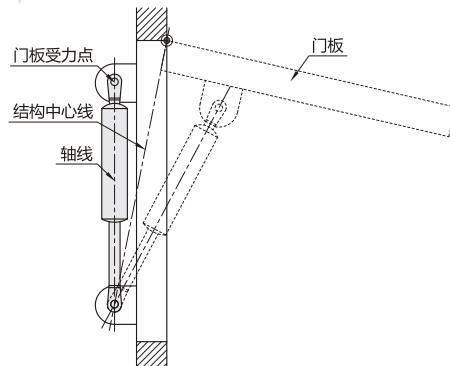

图3
3. 支点安装位置是氮气弹簧能否正确进行工作的保证，当关闭时让门板受力点移过结构中心（图3），否则氮气弹簧会经常自动将门推开。